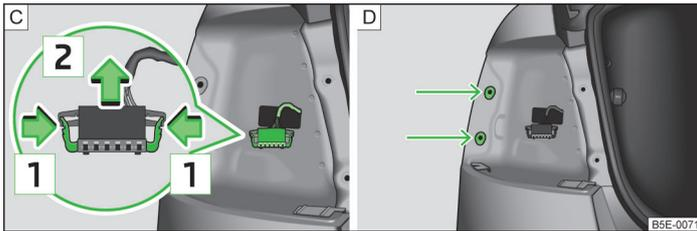

Abb. 182 Leuchtenstecker / Leuchte einbauen
- › Die beiden Verriegelungen am Stecker in Pfeilrichtung zusammendrücken » Abb. 182 - .
- › Die Leuchte senkrecht in die Aufnahmen in der Karosserie einsetzen » Abb. 182 - .